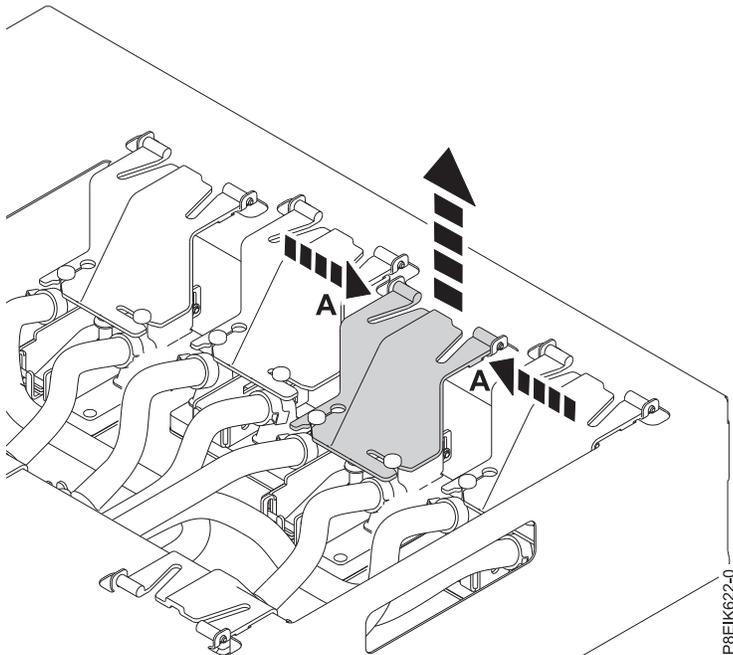

Figure 35. Retrait de la pince du support
- a. Retirez une première plaque froide de sa pince plastique. Pincez au points (A) et levez la pince pour la sortir du support (voir figure 35, à la page 30).